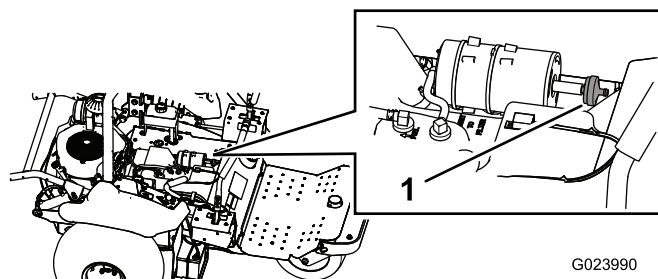

Figure 44
3. Détachez le filtre de la cartouche de charbon actif (Figure 44).